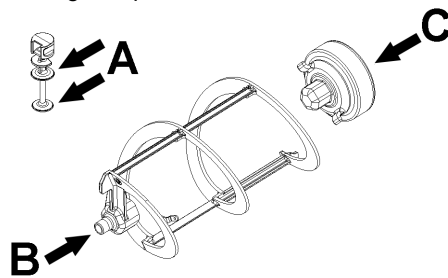
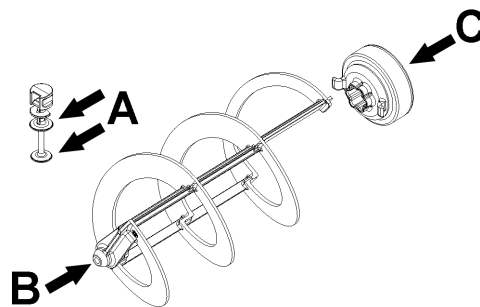

figura 19
figura 20
- 2 Lubrificar el pistón del grifo de erogación, el empalme hexagonal y el mezclador en los puntos indicados en la figura 19 (B-Frozen 6) o figura 20 (B-Frozen 10) utilizando exclusivamente la grasa que se entrega de serie con la
- 3 Montar de nuevo el grifo de erogación en el recipiente con secuencia inversa respecto a la de la figura 19 o figura 19.